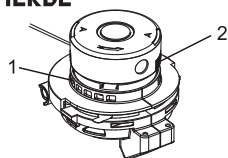
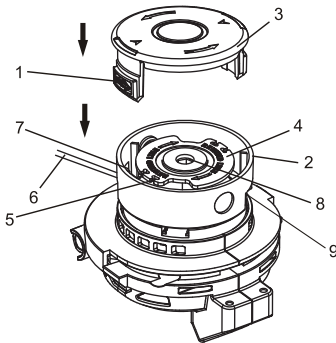
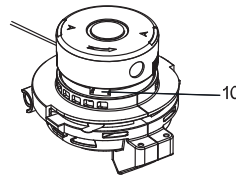

Fig.10
Fig.13
Fig.14
1. Appuyer sur les boutons de verrouillage de la bobine (1) et (2) situés de chaque côté de la bobine (Fig. 10).
2. Retirer l'extrémité libre du fil pour coupe-herbe de la fente de retenue (5) de la bobine (Fig.13).
4. Enfiler l'extrémité libre du fil pour coupe-herbe (6) dans l'orifice (7) du boîtier de la bobine (2).
5. Tout en le tenant, tirer légèrement pour resserrer le fil, puis le faire glisser dans la broche (8) jusqu'à ce qu'il touche le fond.
6. Une fois que la bobine de remplacement est complètement insérée dans le boîtier, remplacer le capuchon de la bobine (3) en insérant les boutons de verrouillage (1) dans le boîtier de bobine.
7. Appuyer fermement sur le capuchon de la bobine jusqu'à ce que les boutons de verrouillage « s'enclenchent » dans les orifices correspondants (9) du boîtier de la bobine.
8. Lors de l'installation de la nouvelle bobine de fil pour coupe-herbe, environ 7,6 cm/3 po de fil doit être exposé hors du boîtier de la bobine. S'il est trop long, le couper avec des ciseaux. S'il est trop court, appuyer sur le bouton de dégagement du fil (10) sur le boîtier du fil pour coupe-herbe et tirer doucement sur le fil exposé (Fig. 14).
Appuyer sur le bouton de dégagement du fil (10) sur le boîtier de fil pour coupe-herbe et tirer doucement sur le fil exposé jusqu'à ce que 7,6 cm/3 po de fil soit exposé hors du boîtier de la bobine (Fig.14).
Retirer la bobine du boîtier de la bobine; dérouler environ 7,6 cm/3 po de fil et réinstaller la bobine (Fig. 10 à Fig.14).
Retirer la bobine du boîtier de la bobine, dérouler tout le fil pour coupe-herbe de la bobine et rembobiner le fil (Fig. 10 à Fig.14).
- Enrouler délicatement et uniformément le fil pour coupe-herbe sur la bobine afin d'éviter les chevauchements causant d'autres blocages du fil (Fig.13).